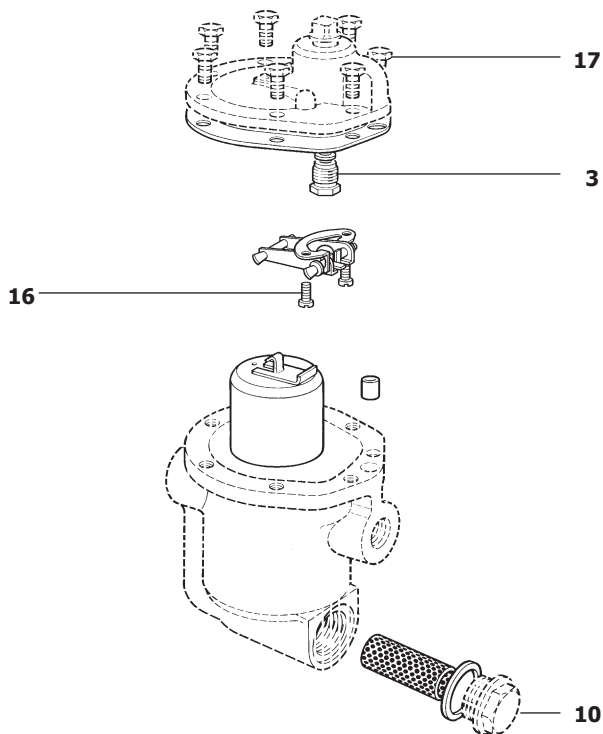

Рис. 3
6.3 Замена / очистка сетки фильтра (Рис. 3)